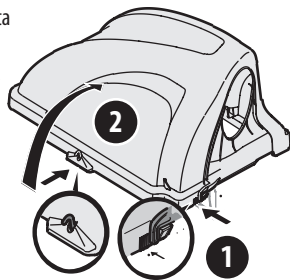

Figura 11
- Abra el capó oprimiendo hacia adentro la lengüeta posterior derecha con la mano derecha, como se ve en (1) de la Figura 11, y levantando la cubierta con la mano izquierda en el centro de la parte posterior de la cubierta de la embolsadora (2).